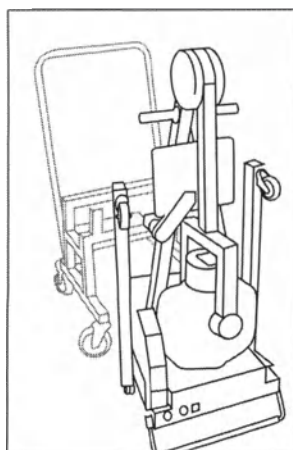

Рисунок 13
- 5) Перевести блок излучателя в транспортное положение. Блок излучателя устанавливается на тележку излучателем вперед – см. рисунок 13.